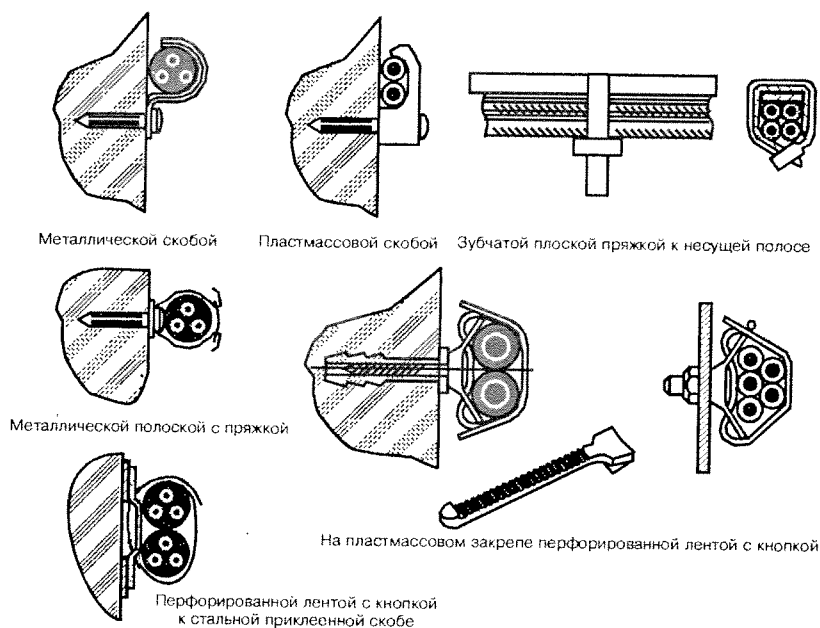

Рис. 25.4. Примеры крепления небронированных проводов и кабелей
- с двумя лапками при вертикальной прокладке по стенам, потолкам, при прокладке проводов и кабелей пучками, а также на поворотах и у вводов (рис. 25.4).
В производственных помещениях провода и кабели нередко крепят скобами или пряжками к несущим струнам или лентам, которые натягивают вплотную к стене (рис. 25.4). В качестве несущей струны применяют оцинкованную проволоку диаметром 2...4 мм.